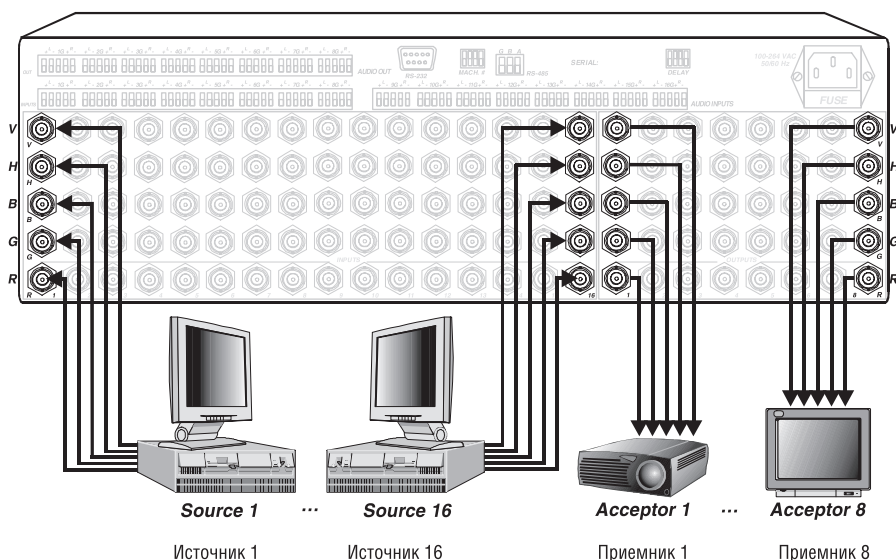

Рис. 5. Подключение источников и приемников сигнала к задней панели VP-1608
- источники и приемники видеосигнала (см. иллюстрацию на рис. 5)